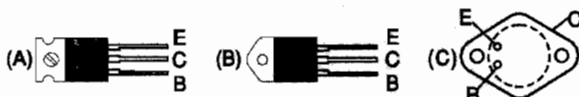

Figura 76.3
- Características: (Tabela e figura 76.3).